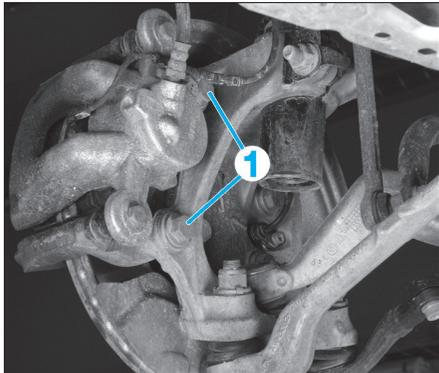

Fig. 7
- Déposer les vis (1) puis le support d'étrier (Fig.7).